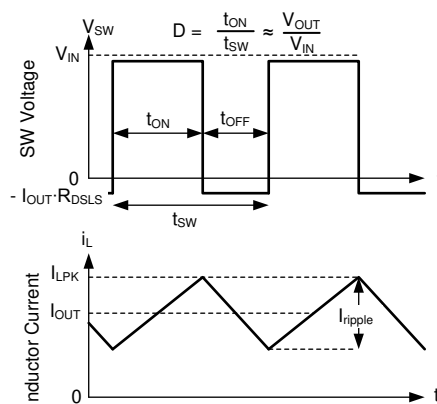

図 8-22. 連続モード (CCM) における SW 電圧とインダクタ電流の波形
本デバイスの以下の動作の説明は、セクション 8.2 と以下の波形 (図 8-22) を参照しています。CCM では、本デバイスは、内蔵ハイサイド (HS) およびローサイド (LS) NMOS スイッチを各種デューティ・サイクル (D) でオンにすることで、出力電圧のレギュレーションを実現します。HS スイッチのオン時間の間、SW ピンの電圧 ( $V_{SW}$ ) は  $V_{IN}$  の付近までスイングし、インダクタ電流 ( $i_L$ ) は線形的な傾きで増加します。HS スイッチは、制御ロジックによってオフにされます。HS スイッチのオフ時間 ( $t_{OFF}$ ) の間、LS スイッチはオンにされます。インダクタ電流は LS スイッチを通して放電され、LS スイッチの両端の電圧降下によって  $V_{SW}$  をグランドの下まで強制的にスイングさせます。一定の出力電圧を維持するため、コンバータ・ループはデューティ・サイクルを調整します。D は、HS スイッチのオン時間をスイッチング周期で割った値として次のように定義されます。